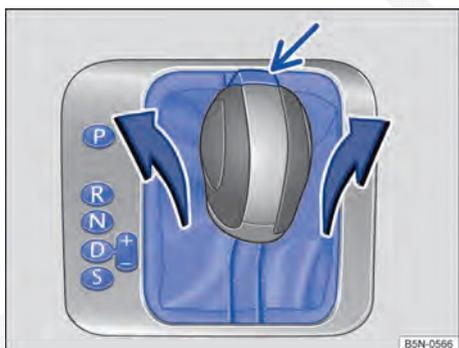

Fig. 218 Desmontar a cobertura do quadro da alavanca seletora.
- Puxar para cima a cobertura na área da capa da alavanca seletora na direção da seta ⇒ Fig. 218.
- Pressionar a tecla de bloqueio ⇒ Fig. 218 (seta) no manípulo da alavanca de câmbio e levar a alavanca para a posição **N**.